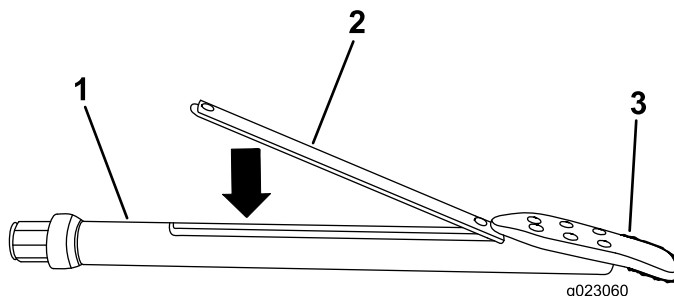

Figure 39
3. Insérez la balise dans le porte-sonde en orientant l'extrémité avant vers l'outil de forage (Figure 39).